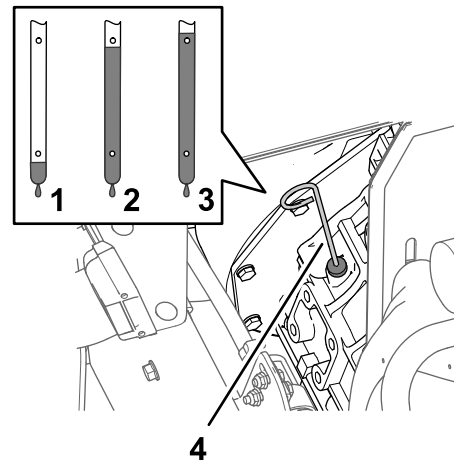

Figure 73
6. Sortez la jauge et vérifiez le niveau d'huile dans le carter moteur (Figure 73).
7. Faites l'appoint d'huile spécifiée avec précaution pour faire monter le niveau jusqu'au repère maximum sur la jauge (Figure 73).